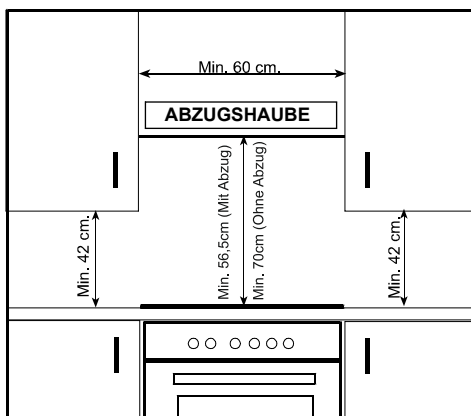

Abbildung 1
- In Abbildung 1 finden Sie eine Darstellung der erforderlichen Gegebenheiten oder Änderungen hinsichtlich Wandschränken und Abzugshauben sowie der nötigen Minimalabstände zum Ofen und seinen Flächen. Demzufolge sollte die Abzugshaube mit einem minimalen Abstand von 56,5 cm von der Oberfläche des Kochfeldes angebracht werden. Ohne Abzugshaube sollte ein Abstand von mindestens 70 cm eingehalten werden.
-Schaffen Sie eine passende Öffnung; die Abmessungen entnehmen Sie der Abbildung 1 auf der vorigen Seite. Der Abstand zwischen der Hinterkante des Kochfeldes und der angrenzenden Wand hängt von der Wandoberfläche ab. Achten Sie darauf, dass sich keine leicht entflammaren Materialien wie Vorhänge oder Papier in der Nähe des Kochfeldes befinden.